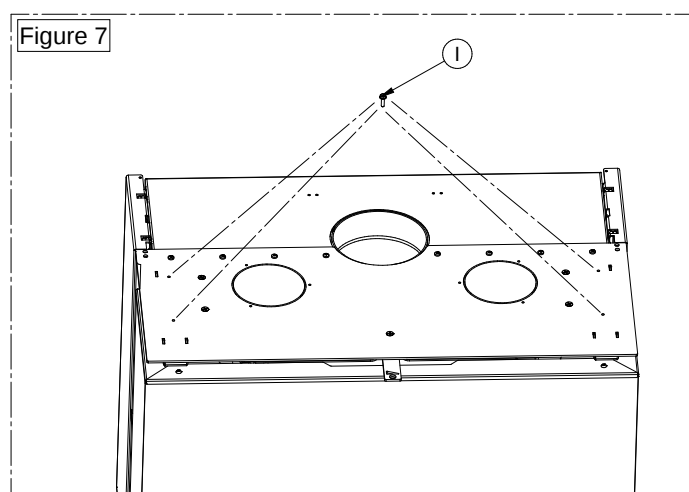

Figure 7
- 7) A l'aide de la vis (I), créer 4 filets M4 aux endroits indiqués dans la Figure 7.